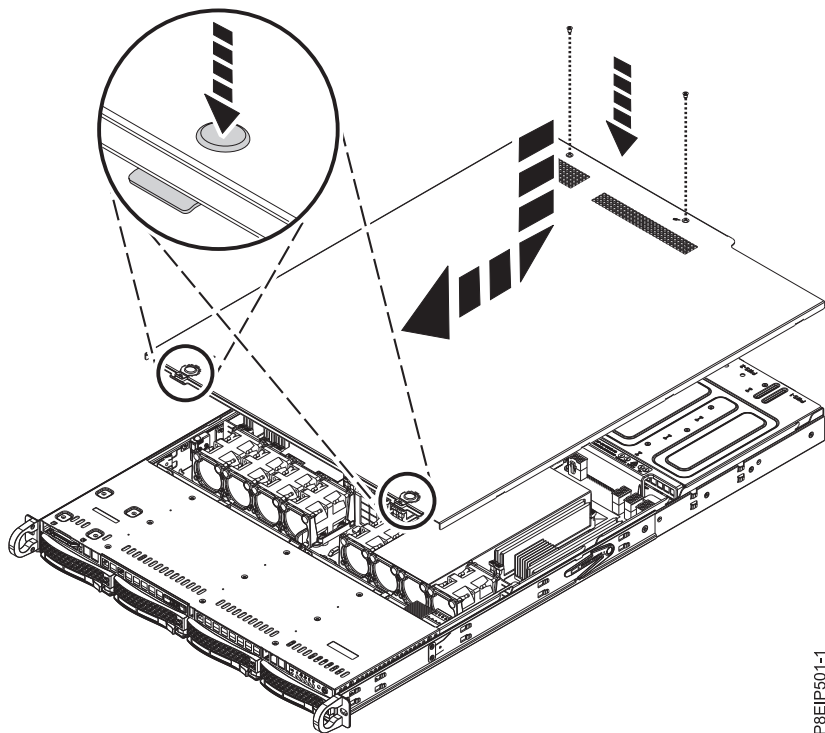

Figure 83. Remise en place et sécurisation du capot
2. Faites glisser le capot vers l'avant jusqu'à ce qu'il s'encastre, comme indiqué dans la figure 83.